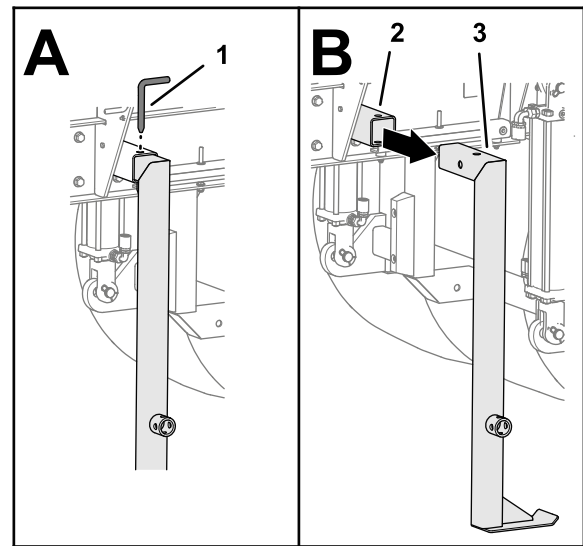

Figura 25
4. Rimuovete il perno della gamba del cavalletto dalla gamba posteriore del cavalletto e rimuovete la gamba del cavalletto dal relativo tubo (Figura 25).